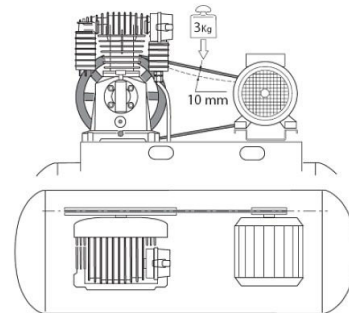

Abb. 15: Prüfen der Riemenspannung
Schritt 5: Überprüfen Sie die Riemenspannung. Der Riemen muss sich in der Mitte um ungefähr 10 mm biegen, wenn eine Belastung von 3 kg daran angebracht wird (Abb. 15). Stellen Sie die Riemenspannung gegebenenfalls nach (durch Verschieben des Motors) und achten Sie dabei darauf, dass die Riemenscheibe und das Schwungrad ordnungsgemäß gefluchtet bleiben.